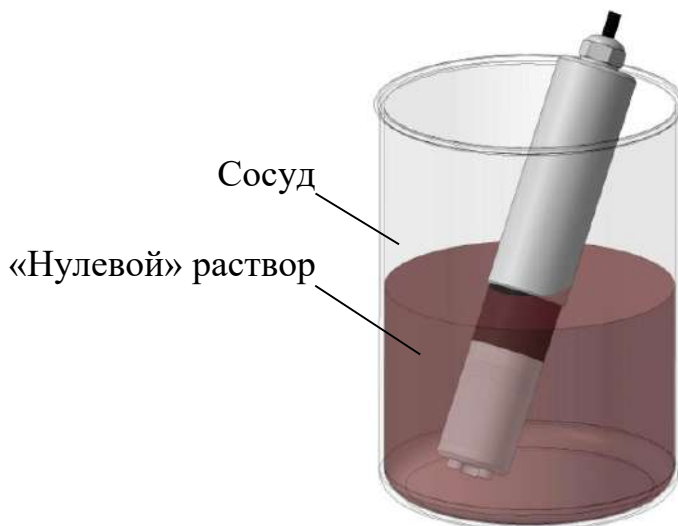

Рисунок 2.8 – Проверка показаний в «нулевой» точке с помощью «нулевого» раствора
- «нулевому» раствору – рисунок 2.8.